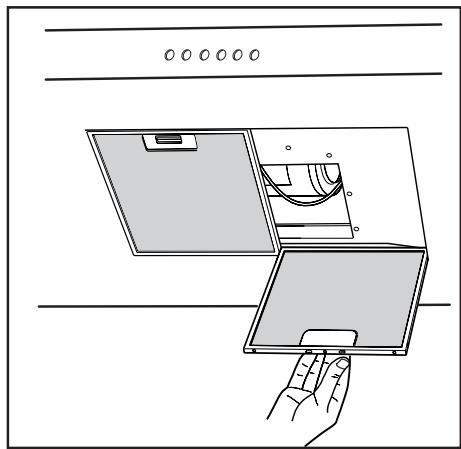

Fig.16
En vue d'une manœuvrabilité de l'appareil plus facile, avant d'exécuter les opérations de montage, déconnecter le filtre/les filtres anti-graisse (Fig.16).
- Si votre appareil est doté d'un conduit de fumées inférieur qui doit être fixé au corps de la hotte avec les vis, enlever les filtres anti-graissé de la hotte en intervenant sur les manilles correspondantes (Fig.16). Visser ensuite le tuyau du conduit de fumées inférieur depuis l'intérieur de la hotte, en utilisant les vis **P** (Fig. 14). Pourvoir enfin à replacer les filtres dans leur logement..